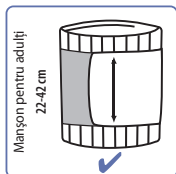

Fig. 5
6. Acest manșon este potrivit pentru utilizare în cazul în care capetele săgeții se încadrează în modelul dungat de pe partea cealaltă a manșonului, atunci când manșonul e strâns în jurul brațului dumneavoastră (Fig. 5).